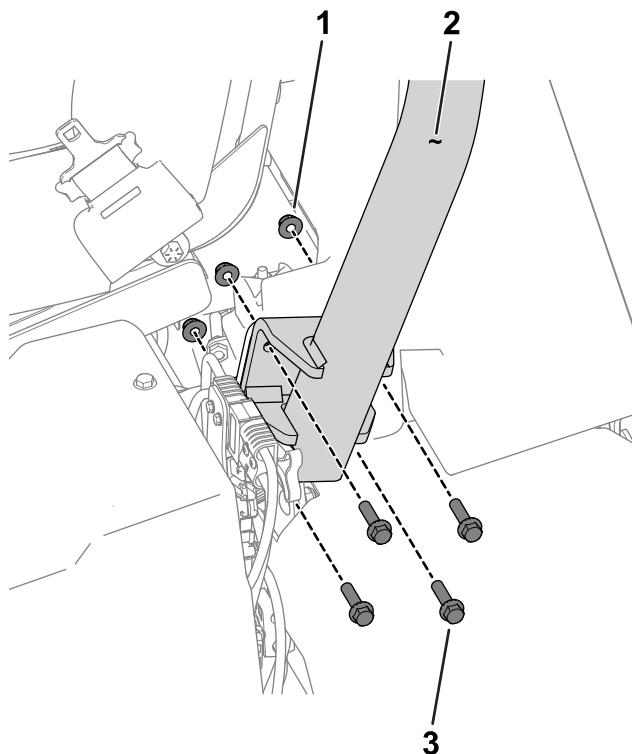

Рисунок 3
3. С помощью 8 болтов с шестигранными головками ($\frac{3}{8}$ x $1\frac{1}{2}$ дюйма) и 8 гаек ($\frac{3}{8}$ дюйма) установите защитную дугу в кронштейны дуги на каждой стороне машины (Рисунок 3).